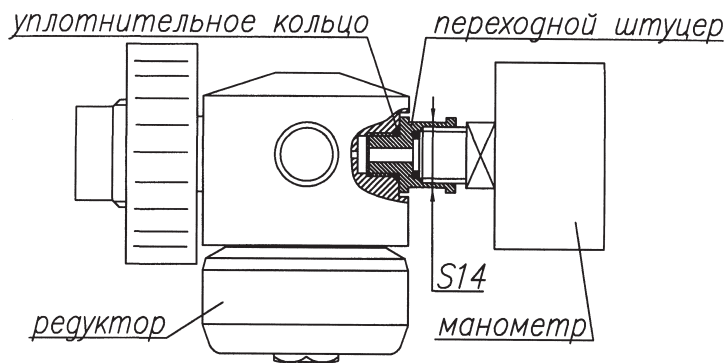

Рис. 16
4.3.1 Манометр для поверки демонтируйте с редуктора вместе с переходным штуцером (рис. 16) с помощью ключа S14.